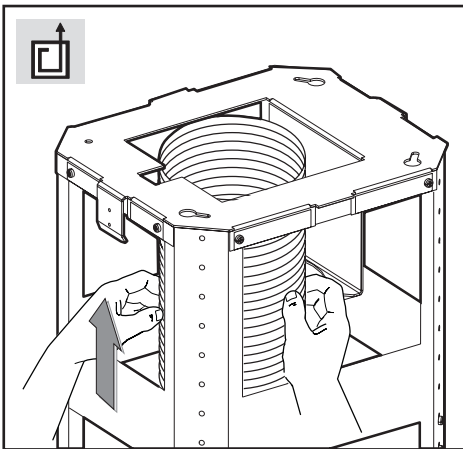

Fig.7
• **Abluftversion:** Den Abluftschlauch am vorbereiteten Abluftrohr in der Decke befestigen (**Abb.7**).